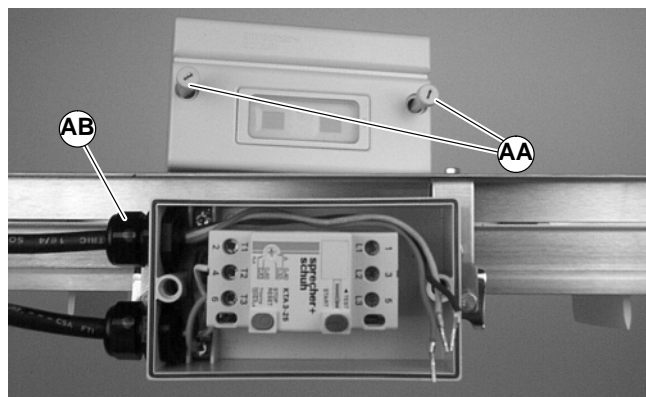

Abbildung 11
1. Die Abdeckungsschrauben (AA von Abb. 11) lösen. Abdeckung entfernen.
5. Die Starter-Abdeckung wieder anbringen, und die Schrauben fest anziehen (AA siehe Abbildung 11).